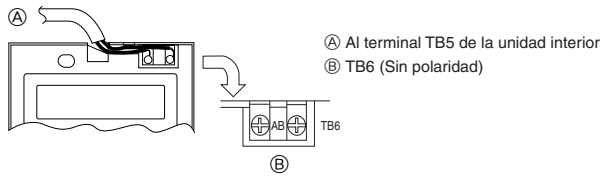

Fig. 6-5
2) Procedimientos de conexión (Fig. 6-5)